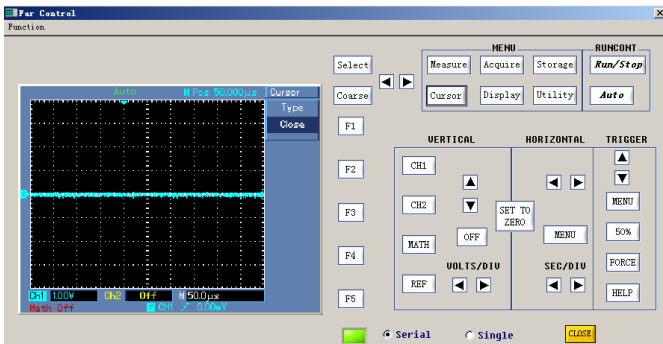

Рисунок 2-11
Щелкните мышью по кнопке «Interface» виртуальной панели управления, чтобы открыть окно передачи интерфейса. В этом окне вы можете включить дистанционную передачу рабочей панели осциллографа (рис. 2-11). На дисплее виртуальной панели отображаются осциллограмма и интерфейс осциллографа. С помощью виртуальной панели управления осциллографом вы можете контролировать состояние осциллографа и работать с НИМ.
**Close**: эта кнопка позволяет закрыть окно интерфейса передачи данных и вернуться на основную панель управления (рис. 2-11)